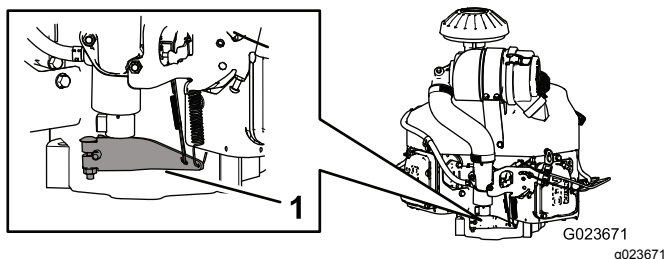

Bild 66
3. Drücken Sie das gefederte Ende des Drehzahlreglerarms nach unten (Bild 66).